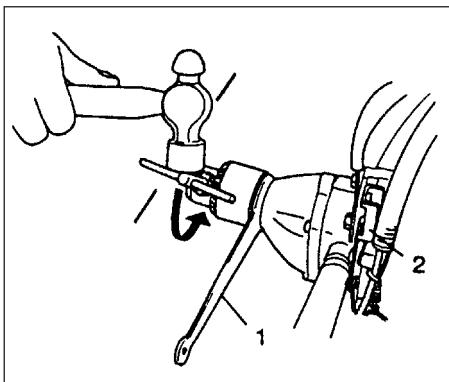

Fig. 2-6
Girare la leva di bloccaggio (2) poi colpire l'impugnatura del mandrino con un martello per avvitare il mandrino (in senso orario). (TED-270PFL/270PFLS/270PFDH/270PFDLS/270PFHS) (Fig. 2-6)